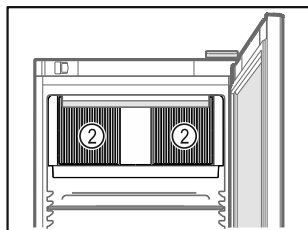

Fig. 41
- ☐ Oslobodite ventilacijske proreze Fig. 41 (2) za ventilator optočinog zraka u unutrašnjosti.